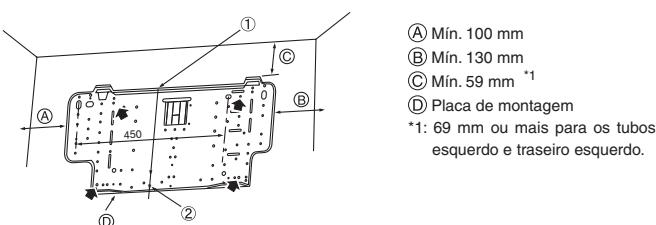

Fig. 3-3
- O dispositivo de montagem deve ser fixado nas duas extremidades e no centro, se possível. Nunca a fixe num único ponto nem de maneira não simétrica. (Se possível, fixe o dispositivo em todas as posições indicadas por uma seta escura.) (Fig. 3-3)